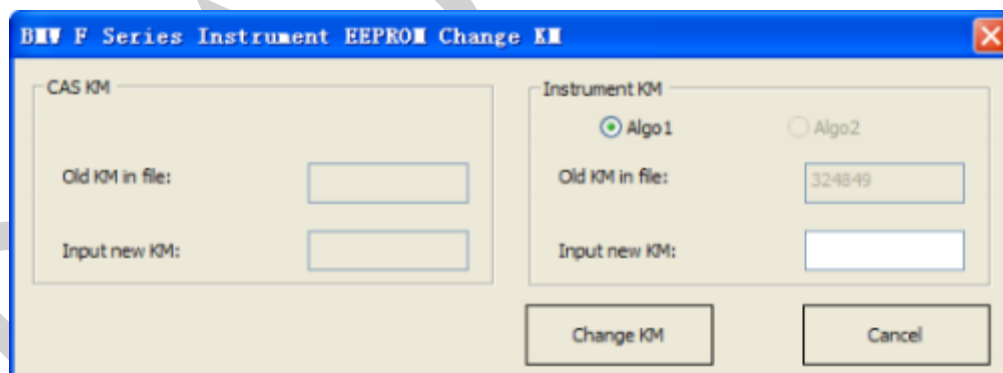

IMAGEN 8.3
- 4) Seleccione File Change KM -> F-Series Instrument y cargue el dump de la EEPROM que guardo en el paso 3. **(IMAGEN 8.3).**